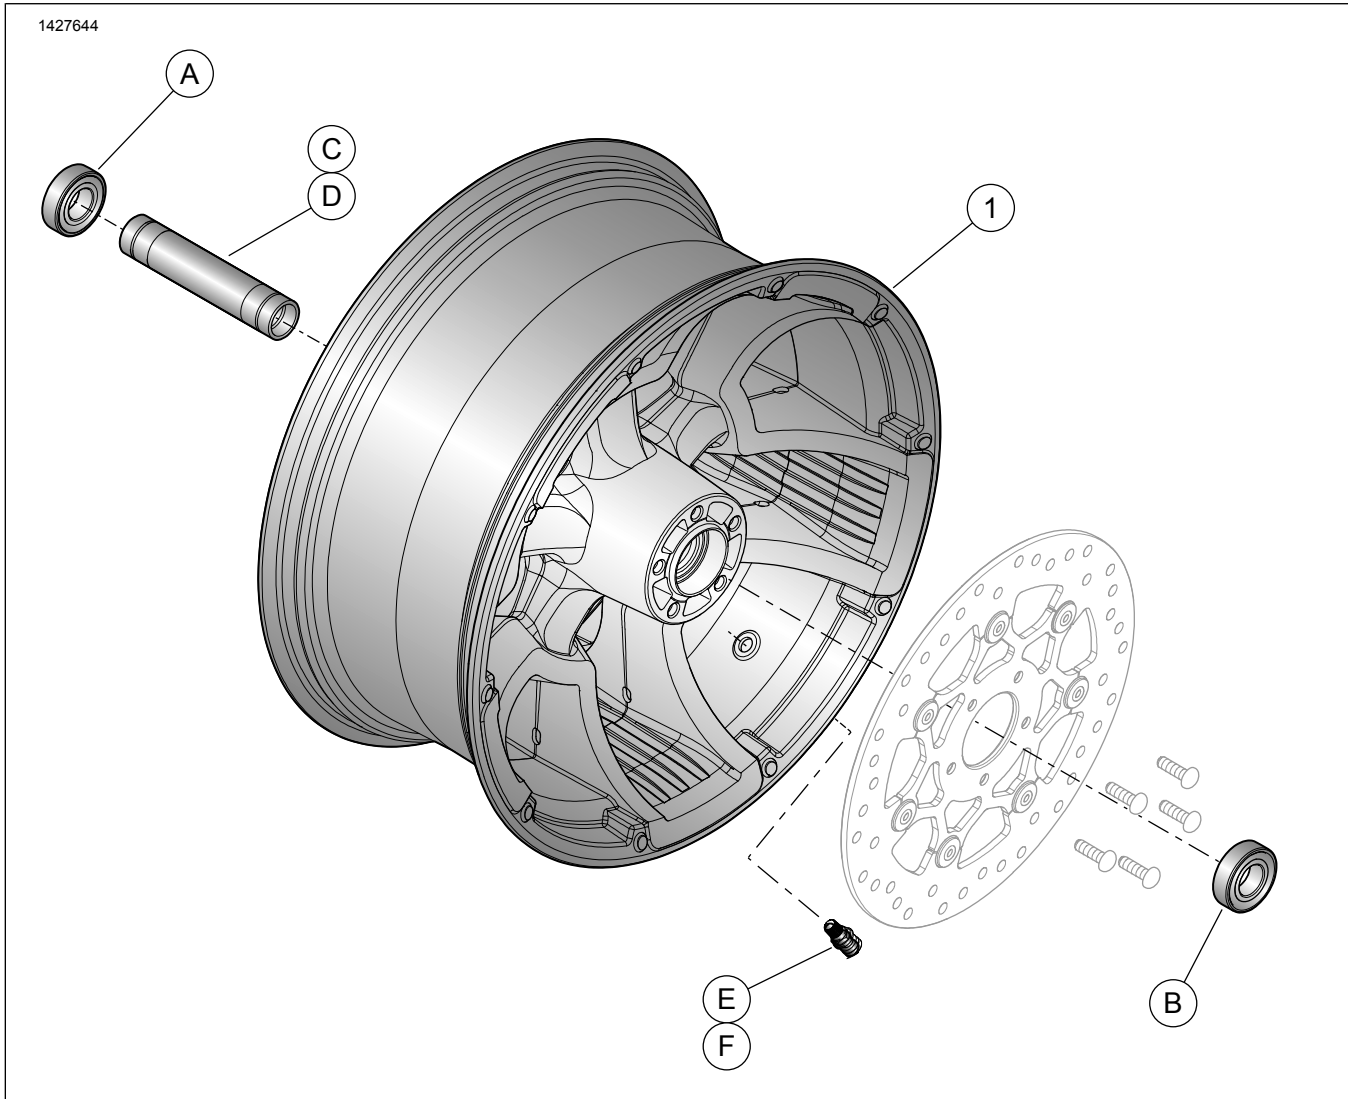

图1。维修零件：后轮（图示为16英寸车轮）
参见图1和表3。
2. 图1在车轮上安装阀杆组件。参见维修手册中的“轮胎”。